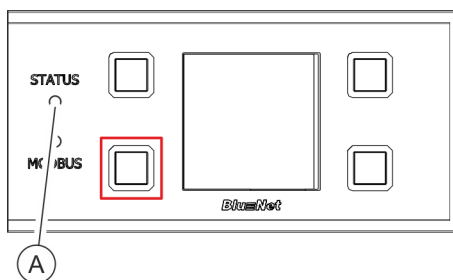

Abb. 55: Display mit Bedientasten
2. ➔ Taste neben der Modbus-LED für zwei Sekunden drücken und wieder loslassen (Abb. 55/rote Markierung).
3. ➔ Warten, bis die Status-LED weiß leuchtet (Abb. 55/A).